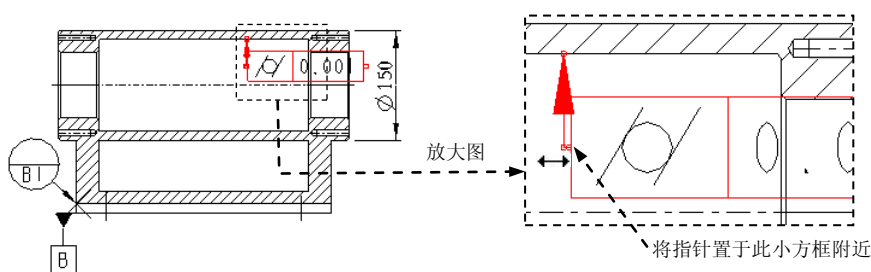
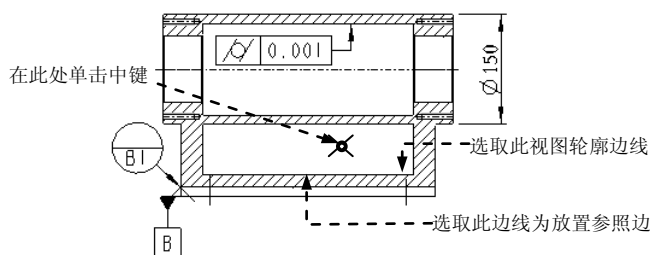

图 5.9.52 移动几何公差符号
图 5.9.53 设置放置参照
标指针移至图 5.9.52 所示的小方框附近, 待其以双箭头的形式显示时, 按住鼠标的左键, 将其向左拖动到图 5.9.53 所示的位置。
(1) 选择 **注释**  命令, 系统弹出“几何公差”对话框。
(2) 在“几何公差”对话框左侧的公差符号区域中, 按下  命令按钮。
(3) 在 **模型参照** 区域中进行下列操作。
① 定义公差参照。单击 **参照: 区域** 的 **类型** 下拉菜单中选取 **曲面** 选项, 在系统  **选取曲面** 的提示下, 选取图 5.9.53 所示的视图轮廓边线 (即模型面的投影)。
② 定义公差的位置。
b) 在系统  **选取多边, 尺寸界线, 基准点, 多个轴线, 曲线 或顶点** 的提示下, 选取图 5.9.53 所示的边线, 再选择 **LEADER TYPE (引线类型)** 菜单中的 **Done (完成)** 命令。
c) 在图 5.9.53 所示的位置单击中键, 放置“同轴度”公差。